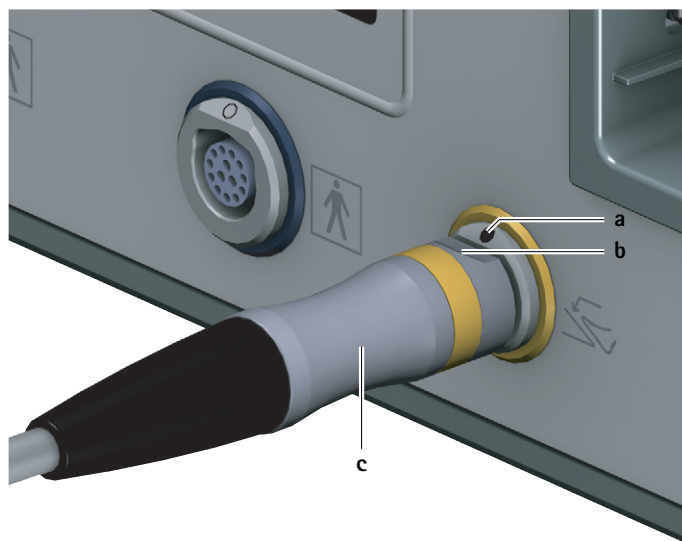

Fig. 2 Ligar o comando a pedal
- ▶ Alinhar a ficha do comando a pedal c de tal forma que a marcação b na ficha coincida com a marcação a na tomada de ligação do comando a pedal 6, ver Fig. 2.
- Retirar a ficha do comando a pedal **c** da tomada de ligação do comando a pedal **6**, ver Fig. 2.